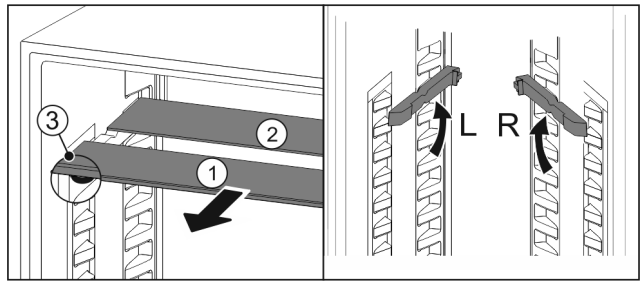

Fig. 57
- ▶ Издърпайте Fig. 57 (1) поотделно стъклените плочи напред.
- ▷ Стъклената плоча Fig. 57 (1) с декоративната лайсна е отпред.
- ▷ Ограничителите Fig. 57 (3) сочат надолу.